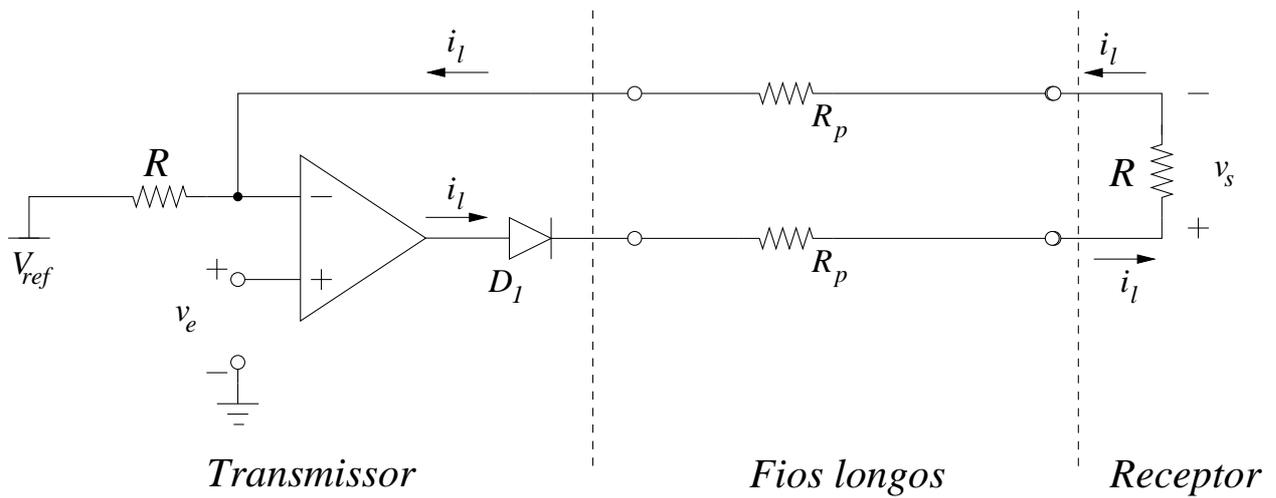

Figura 2: Circuito transmissor 4-20mA.
3. O circuito da Figura 2 é um sistema de transmissão por laço de corrente 4-20mA. O amplificador operacional converte a faixa de entrada da tensão v_e em uma faixa de corrente de laço i_l . A corrente i_l faz um percurso de ida e volta por meio de um par trançado com resistências R_p de ida e R_p de volta. Na recepção, uma resistência R é usada para se obter a tensão de saída v_s . V_{ref} é uma tensão de referência contínua, e D_1 garante o sentido de i_l conforme mostrado na figura. O diodo D_1 , quando em condução direta, apresenta uma queda de potencial $V_{D0} > 0$ entre o anodo e o catodo. O amplificador operacional é capaz de produzir tensões de saída entre $V_L^- < 0$ e $V_L^+ > 0$. Tem-se também que $V_L^+ > V_{D0}$. Diante do exposto, responda: